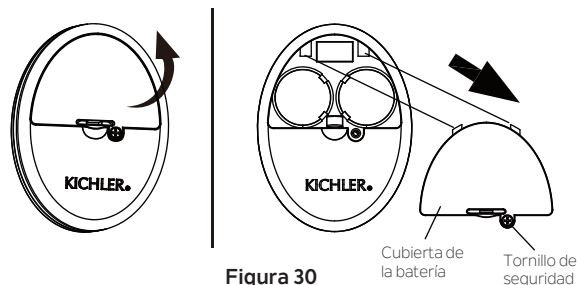

Figura 30
Paso 1. Retire el tornillo de seguridad y la cubierta de la batería de la parte posterior del transmisor. Conserve el tornillo de seguridad. (Figura 30)